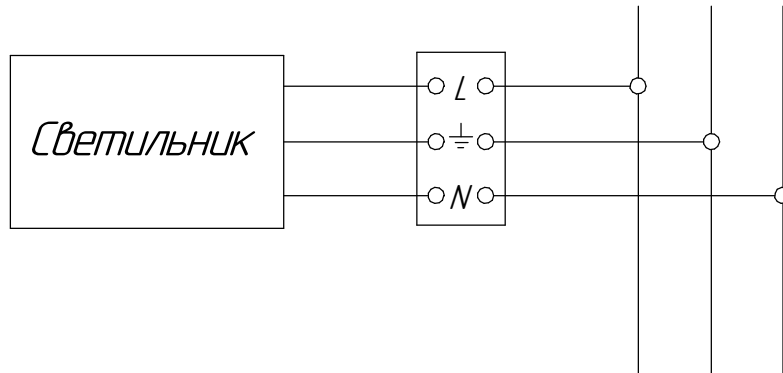

Рисунок 2. Схема подключения светильника к сети
6.3 Закрепить корпус на опорную поверхность, используя отверстия в верхней части корпуса, или подвесить за рым-болты поз.7 из комплекта поставки (см. Приложение А, рисунок 2). Для герметизации установочных отверстий необходимо использовать резиновые и металлические шайбы из комплекта поставки.
6.5 Подключите светильник к питающей сети согласно рис. 2.